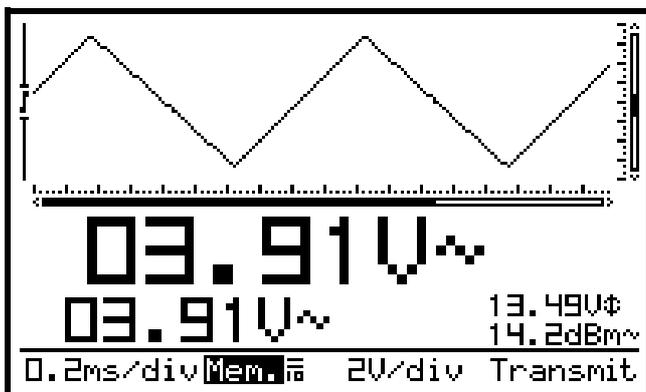

Fig 46
O ícone „Transmit“ (1) é visualizado durante a transmissão do ficheiro. (Fig. 46)